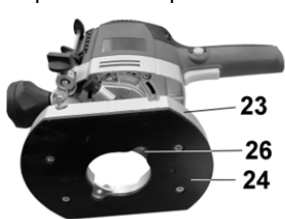

Рис.4
8.2. Установка копировального кольца, Рис.4 - 5.